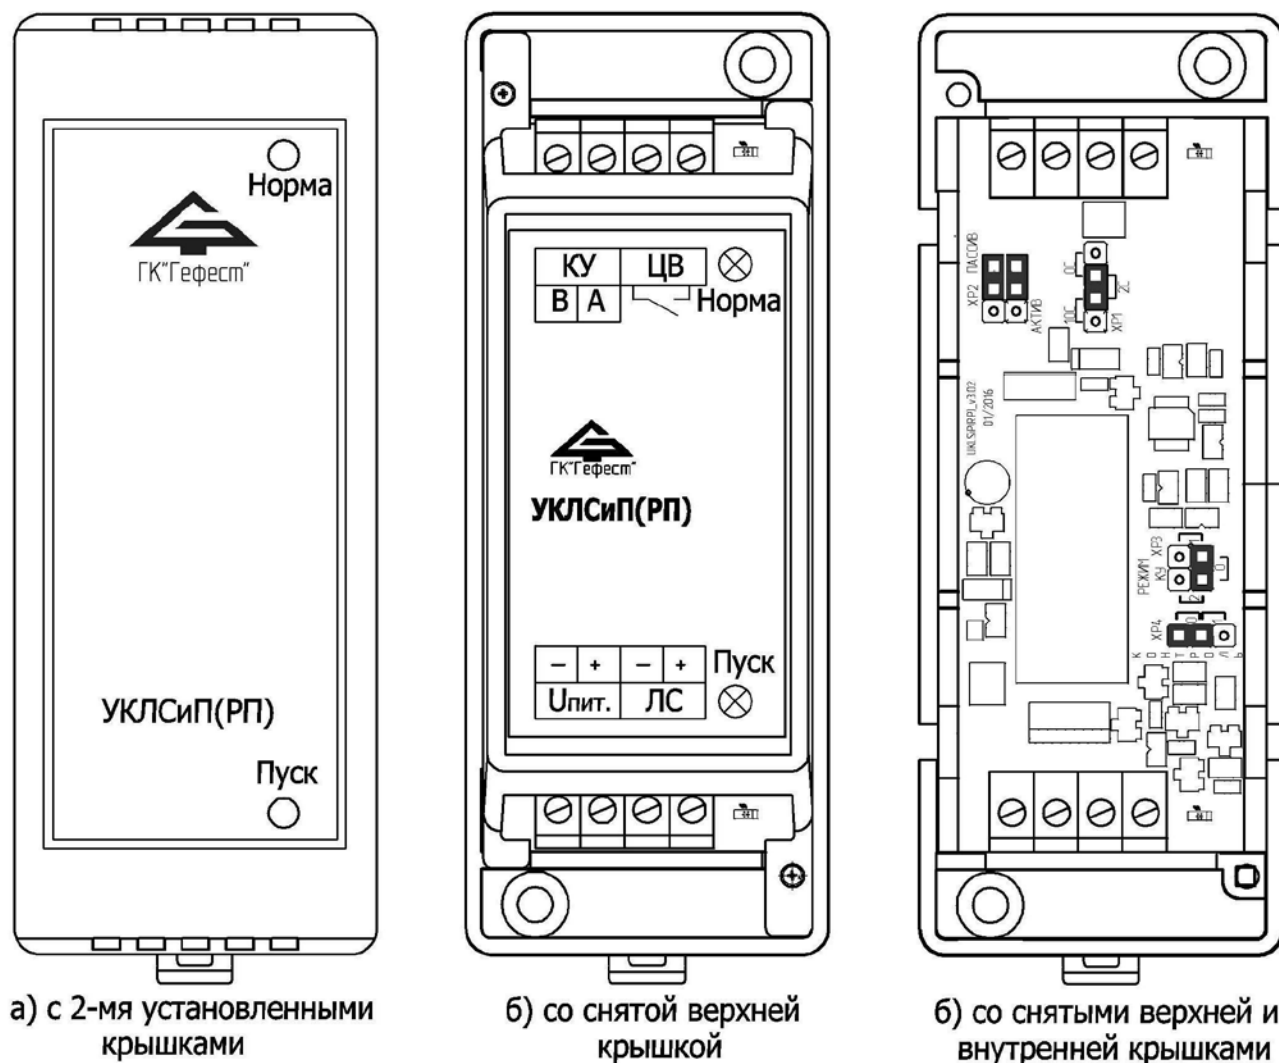

Рис. 1 Внешний вид УКЛСиП(РП)
3.1 Конструктивно УКЛСиП(РП) выполнено в виде блока с двумя съемными крышками (см. Рис. 1). Клеммы предназначены для подключения до 2-х проводников общей площадью сечения не более 1,5 мм2.
УКЛСиП(РП) поставляют с джамперами, установленными на штыревых линейках ХР1 – ХР4 в положении, указанном на Рис. 1-б, возможные варианты установки джамперов приведены на Рис.2.
Внешний вид УКЛСиП(РП) представлен на Рис. 1.